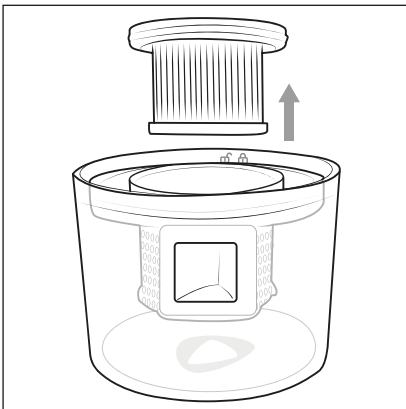

Abb. 5
- 2) Ziehen Sie den HEPA-Filter **5** mit Daumen und Zeigefinger aus dem Staubfilter **6** (Abb. 5).